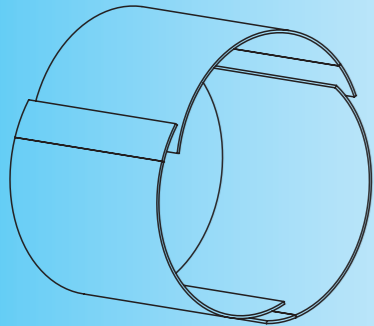

Fig. 1
2. Build a cylindrical tube with the three cardboard sheets. There has to be an overlap of 3 cm from each sheet to its neighbour. Connect these sheets with paper clips, glue or a stapler - Fig 1. The tube is used for assembling of the first Torus segment.
2. Verbinden Sie die drei beigelegten Kartonblätter mittels Büroklammern, Kleben oder Heften (Tacker) zu einer Röhre. Die Enden müssen dabei 3cm überlappen - Fig 1. Die Röhre dient als Montagehilfe für das erste Torus-Segment.